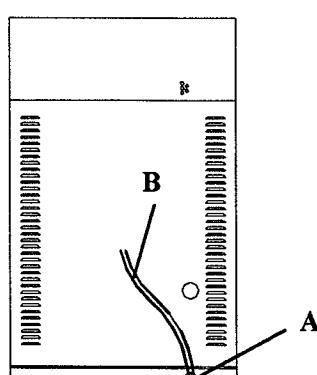

fig. 20
- During a normal wash program, check the drain hose outlet (A) of the bearings box (B) for leaks (fig. 20). This hose is visible at rear of the washer's lower frame.
- Durante un programa normal de lavado, comprobar que no se aprecian pérdidas de baño por el extremo (A) del tubo de drenaje de la caja de rodamientos (B) (fig. 20). Este tubo es visible en la parte inferior posterior de la lavadora.
- Durant un programme normal de lavage, vérifier que la machine ne perd pas d'eau par l'extrémité (A) du tuyau de vidange de la boîte à roulements (B) (fig. 20). Ce tuyau est visible à la partie inférieure arrière de la machine.